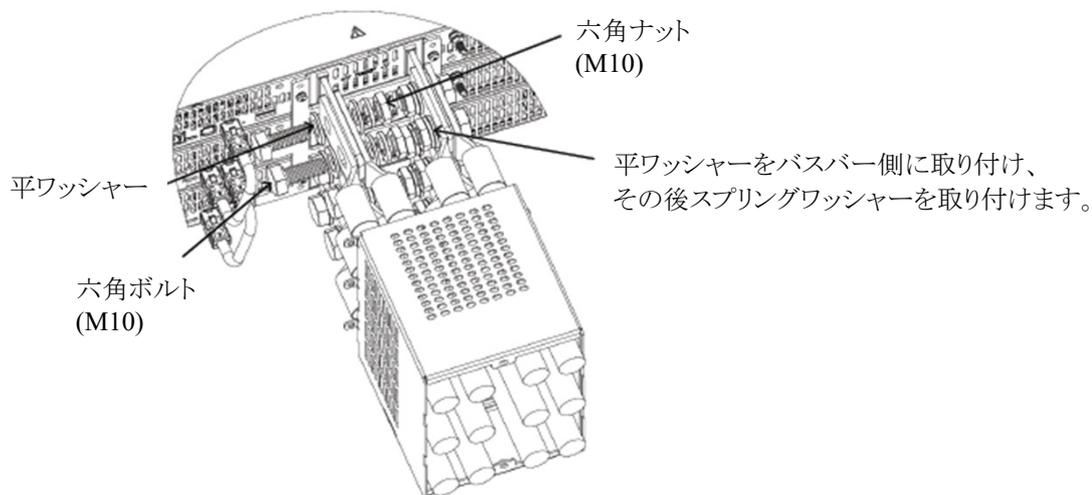

図4-35 負荷線の接続方法 (GSP10kW,GSP15kWの出力電圧10Vの各モデル)
3. 図4-35に示すように負荷線を出力端子カバーに通し、バスバーに固定します。
(図4-35はGSP15kWの場合ですが、GSP10kWも同様です。)